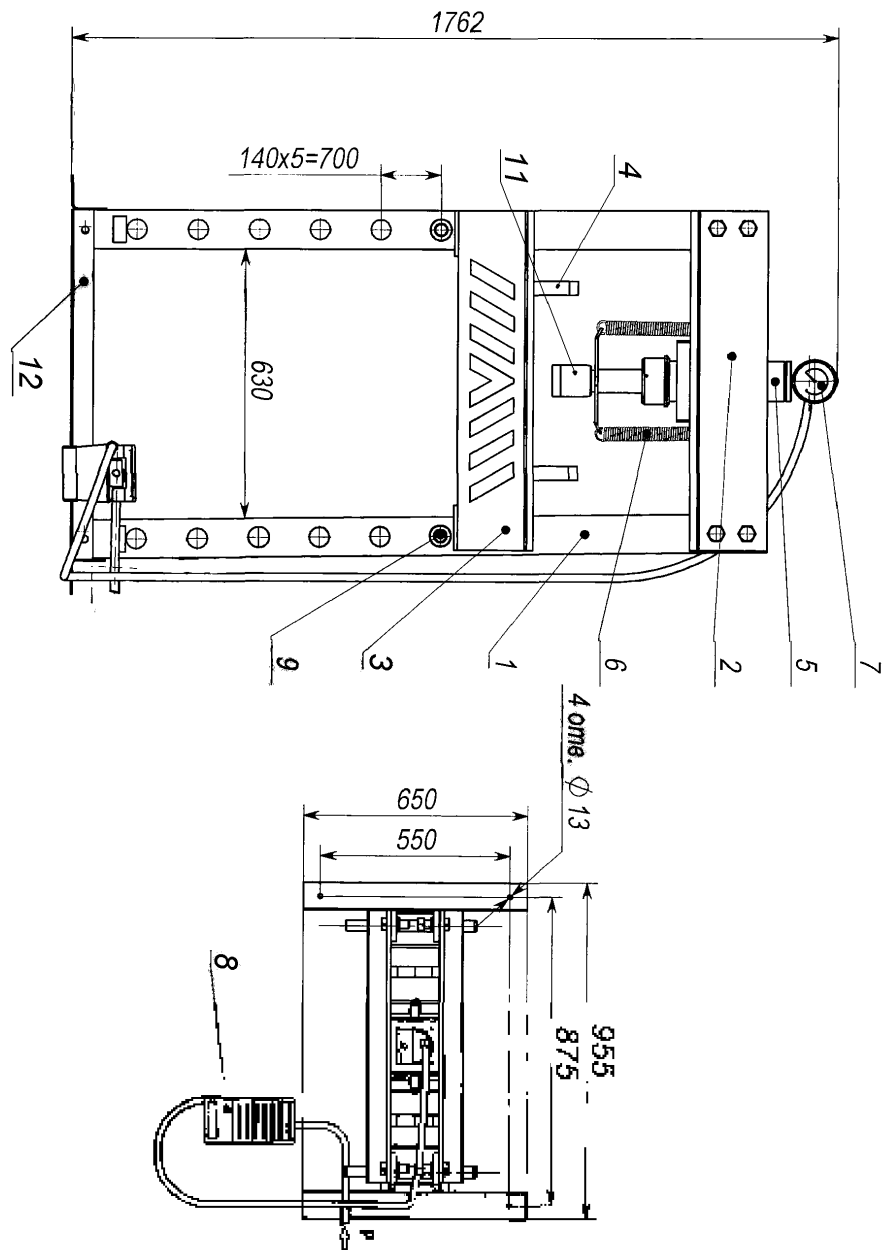

Рис. 1. Пресс П-40
- рама, состоящая из двух стоек поз. 1 (см. Рис.1), балки верхней поз. 2, балки опорной поз. 3 и основания поз. 12;
- 6.4. Присоединить рукав от пневмосети или компрессора к присоединительному ниппелю пневмогидравлического насоса 8 (см. Рис. 1). Установить рабочее давление сжатого воздуха в диапазоне 8...14 кгс/см².